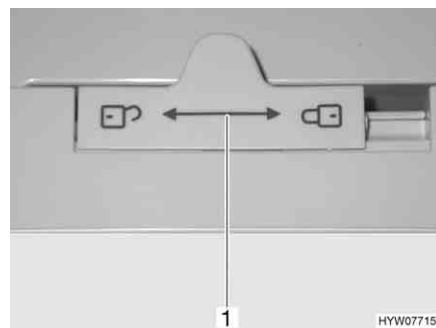

Fig. 147 Bloccaggio della porta del frigorifero (serie Dometic 7)
- Spostare il dispositivo di bloccaggio (Fig. 147,1) verso sinistra "L".
- Spostare il dispositivo di bloccaggio (Fig. 147,1) completamente verso destra "R".